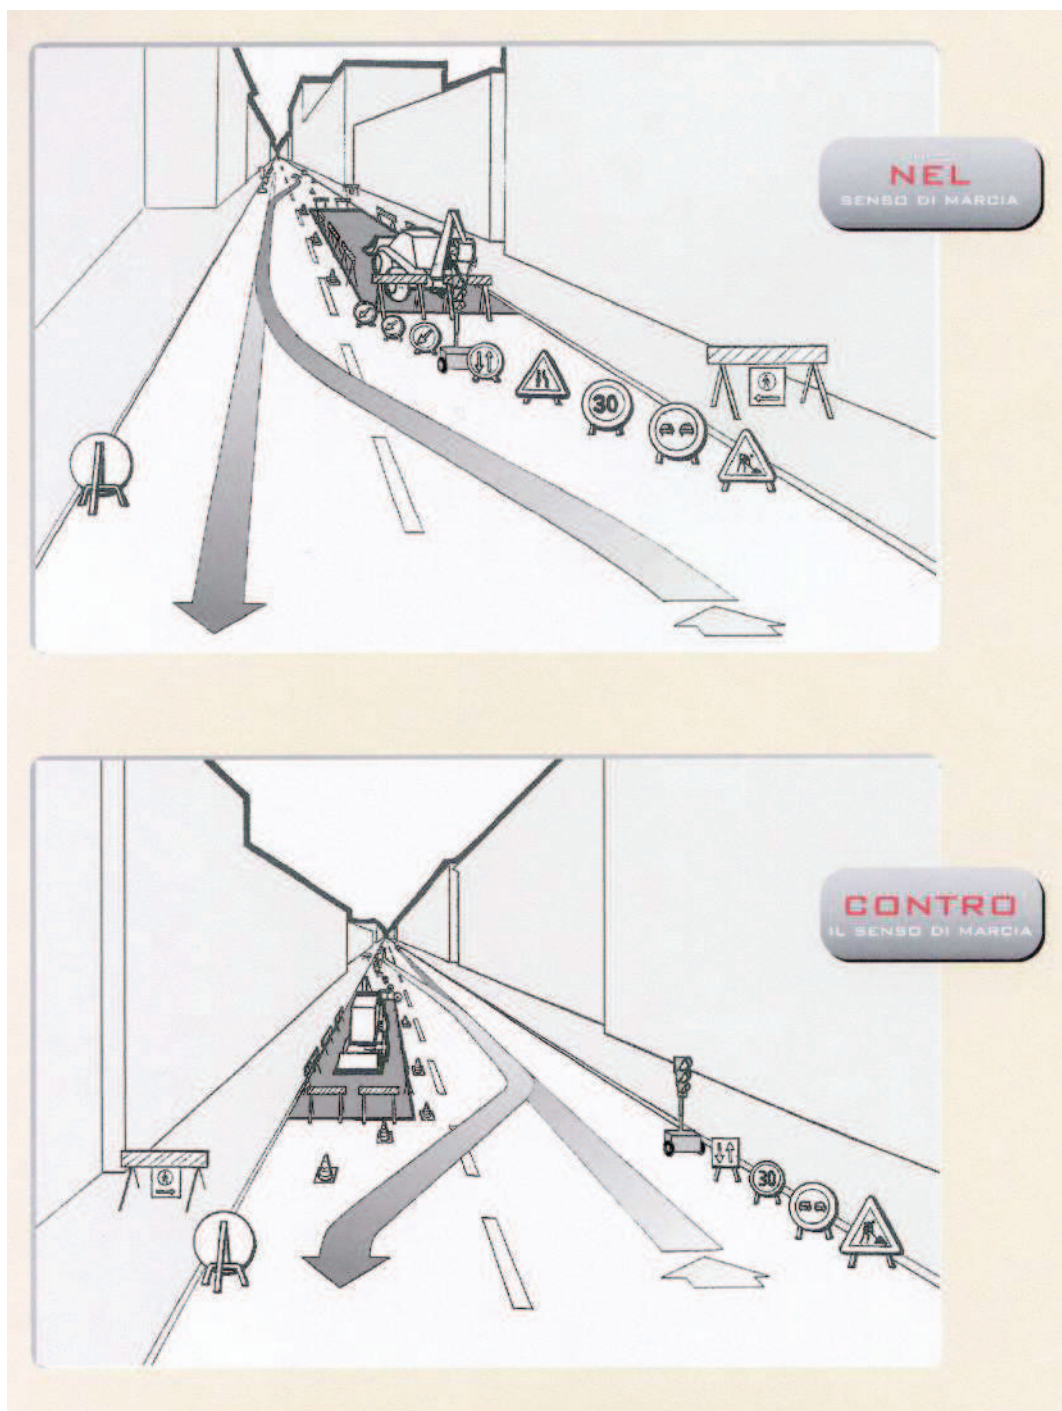

FIGURA 8A – CANTIERE CON SEMAFORI PER SENSO UNICO ALTERNATO. FIGURA DESCRITTIVA.
- Figura 8a Cantiere con semafori per senso unico alternato. Figura descrittiva.